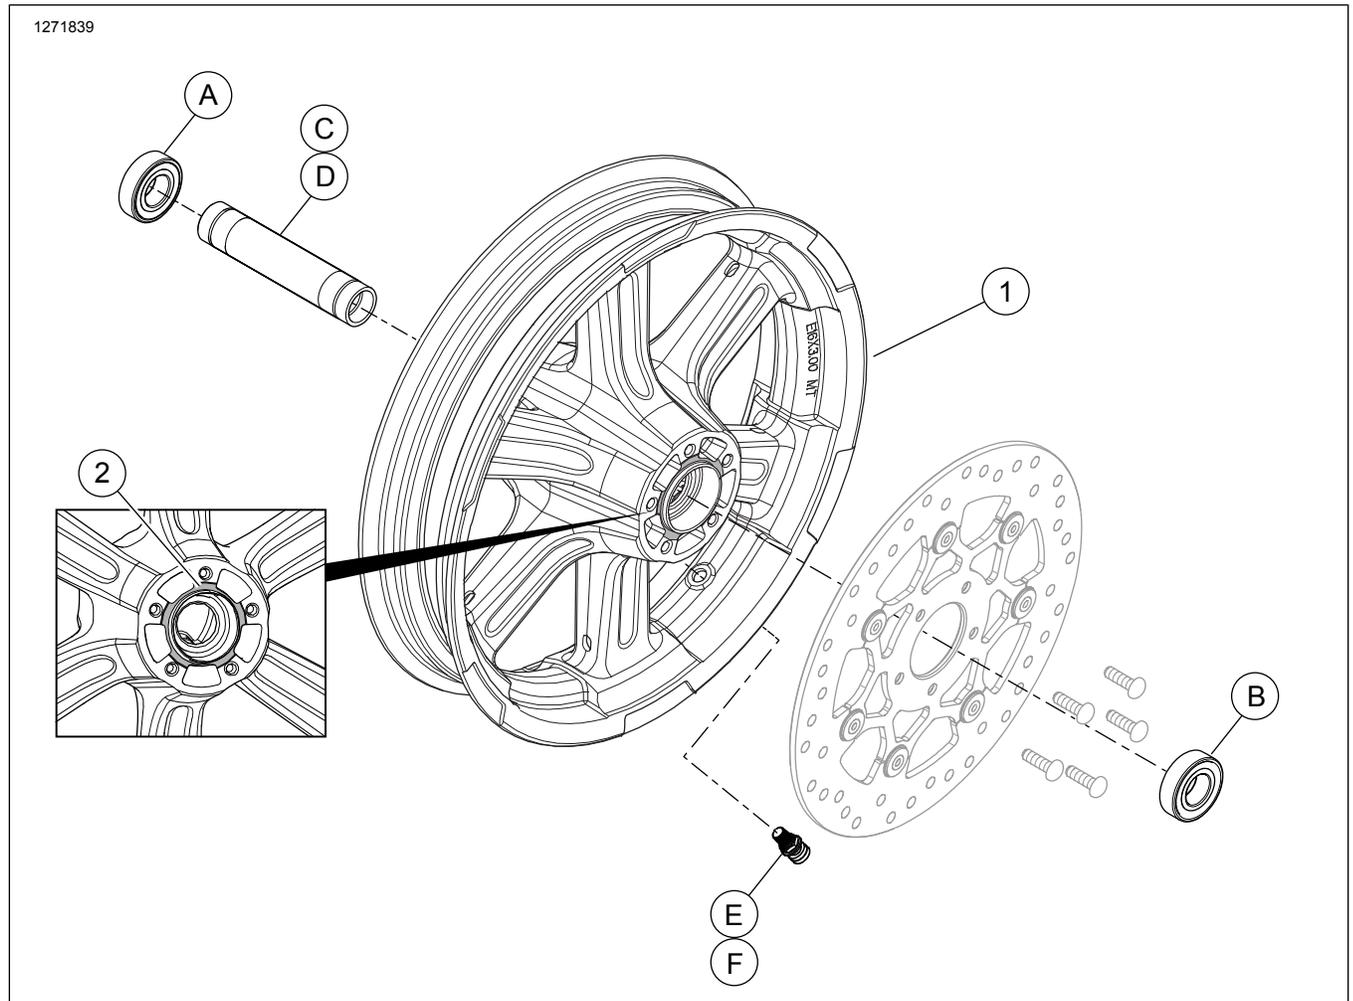

Figura 1. Piezas de servicio: Ruedas traseras (se muestra la de 16 pulg.)
Consulte Figura 1 y Tabla 2.
2. Figura 1 Instale el conjunto del vástago de la válvula en la rueda. Vea NEUMÁTICOS en el Manual de servicio.